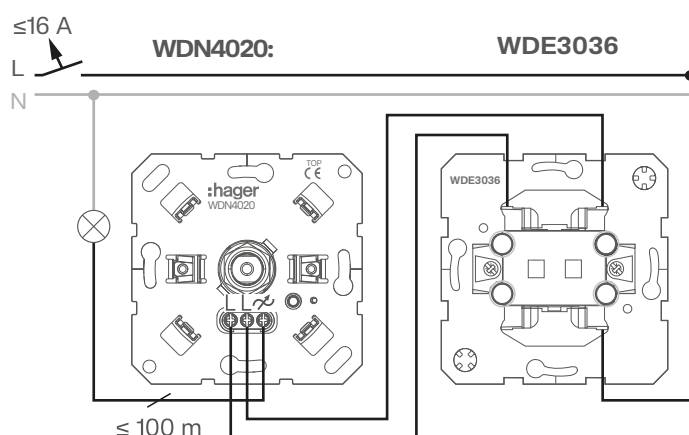

Fig. 5: Schema di collegamento con commutatore (opzionale)
- 2 Collegamento opzionale con commutatore (Fig. 5).